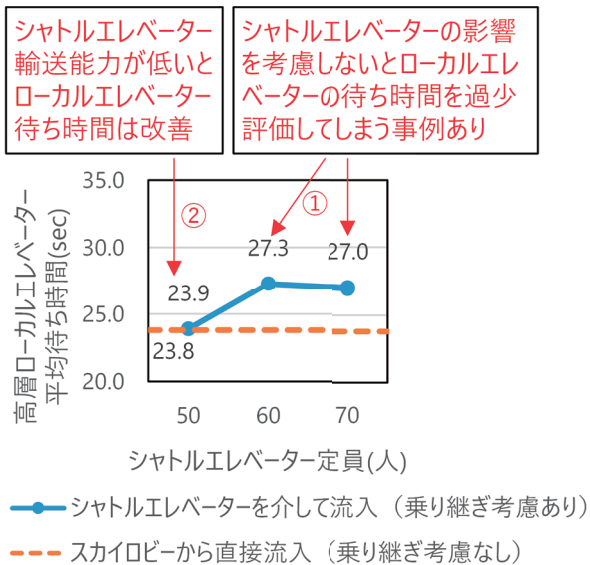
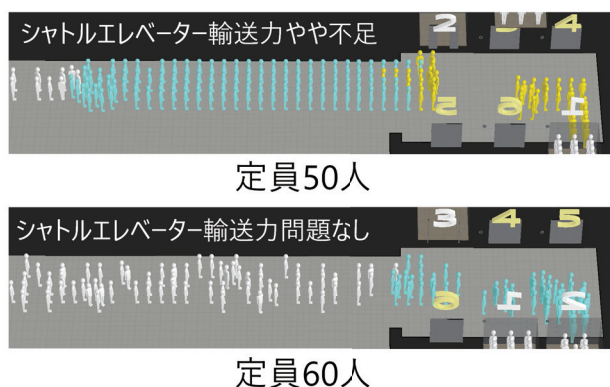

図6. シャトルエレベーター定員による高層ローカルエレベーターの平均待ち時間の違い
図7. シャトルエレベーターホールの様子
シミュレーション結果を図6に示します。結果は高層ローカルエレベーターのもののみを抜粋していますが、低層、中層でも同様の傾向が見られました。
図6の①から、シャトルエレベーターの定員が多い2条件ではシャトルエレベーターを介して流入させた方が、スカイロビーから直接流入させるよりローカルエレベーターの待ち時間が長くなる傾向があることが読み取れます。これらの差は統計的にも有意であることを確認しています。つまり、シャトルエレベーターの乗り継ぎによる流入条件の変化を考慮せずにシミュレーションを行うと、ローカルエレベーターの待ち時間を過少評価してしまうことがあることが分かりました。
また、図6の②から、シャトルエレベーターの定員が50人のときにローカルエレベーターの平均待ち時間が少なくなる傾向があることが読み取れます。このとき、1階のシャトルエレベーターホールの様子を確認すると図7のようになり、定員50人の条件ではシャトルエレベーターの輸送力がやや不足することから、ローカルエレベーターへの流入量が若干緩和され、ローカルエレベーター待ち時間の改善につながったということが分かりました。